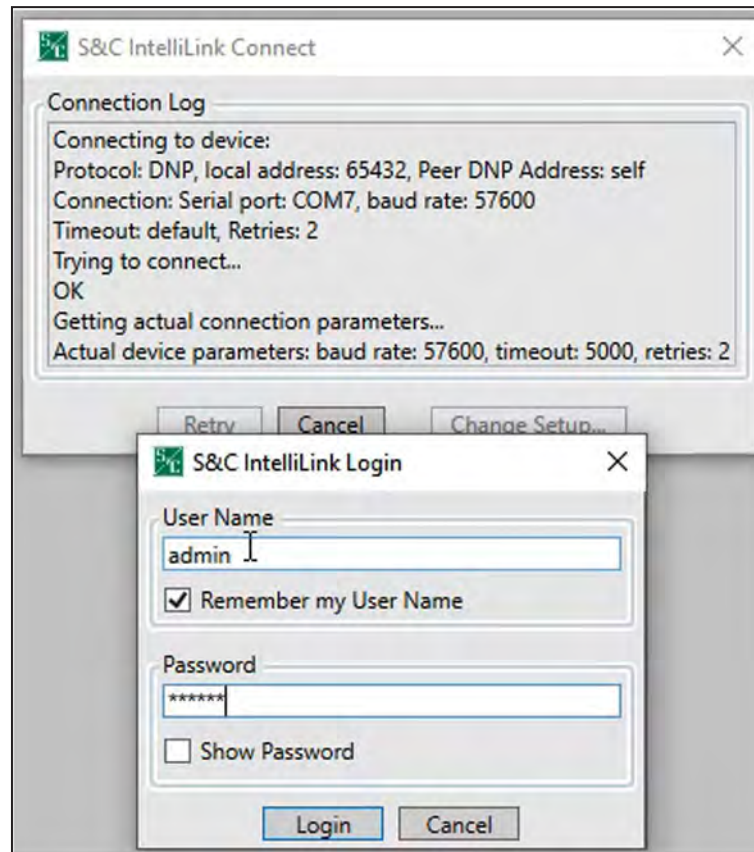

Figura 126. Caixa de diálogo para Login no IntelliLink.
**PASSO 4.** Quando solicitado, digite “admin” como nome de usuário na caixa **User Name** e introduza a senha na caixa **Password**. Ver Figura 126.